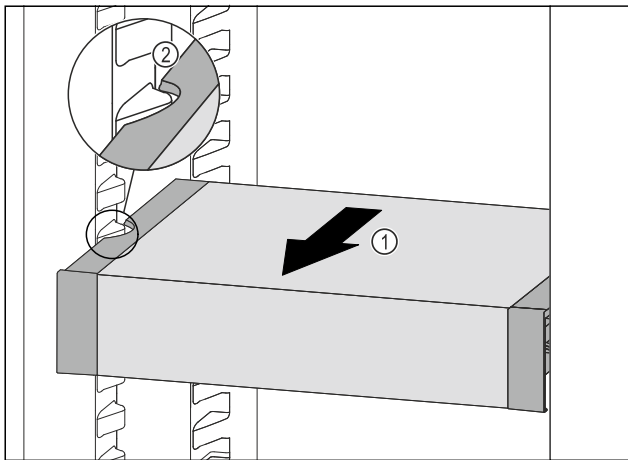

Fig. 96
- VarioSafe naar voren trekken Fig. 96 (1), tot de uitsparingen aan de zijkant van de VarioSafe zich ter hoogte van de rib in het koelgedeelte bevinden. Fig. 96 (2)